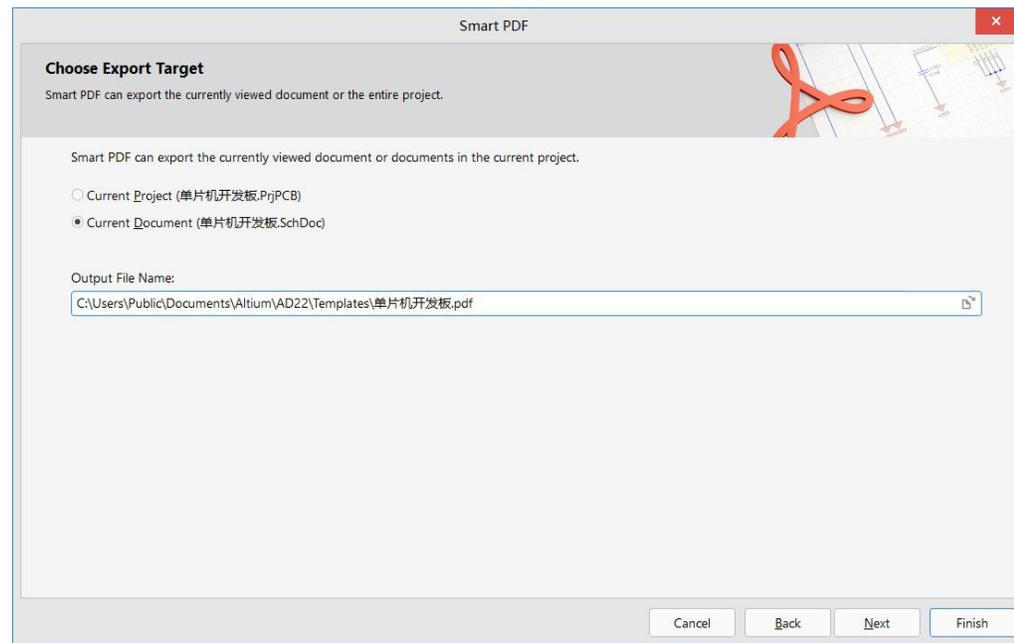

图5-1 选择文档范围
2) 选中一个原理图文件，进入原理图编辑环境，选择菜单栏中的“文件|智能PDF”命令，进入PDF创建向导，一般根据向导来进行设置。单击“下一步”按钮，在打开的“选择导出目标”（Choose Export Target）界面中可以选择输出的文档范围，并且可以更改输出文件的名称以及保存位置，如图5-1所示。
① 颜色（Color）：设计时用的什么颜色，输出时就是什么颜色。
② 灰度（Greyscale）：一般不选择。
③ 单色（Monochrome）：黑白的，这种情况因为对比度比较高，一般不常用。
5) 进行选中后，继续单击“下一步”按钮，进入“最后步骤”界面，选中“导出后打开PDF文件”复选框，单击“完成”按钮，完成PDF的输出并打开PDF。我们可以依照类似的指导步骤一页一页地打印其他原理图文件，如果在图5-1所示界面中选中“当前项目”单选按钮，则最后输出的是整个项目的原理图PDF。